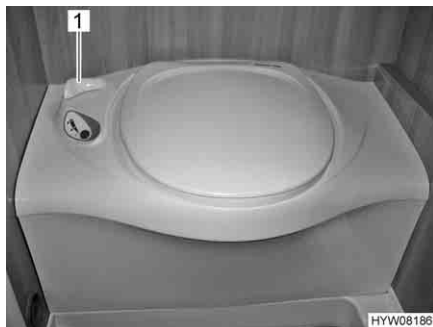

Bild 256 Thetford-toalett
- Öppna spjället på Thetford-toaletten före spolning. Därtill vrids spjällspaken (Bild 256,1) moturs.
- Efter spolning stängs spjället. Därtill vrids spjällspaken (Bild 256,1) medurs.